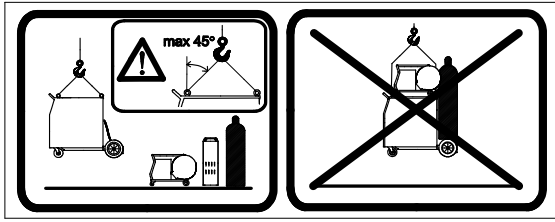

Abb. 4
- Ringschraube aufsetzen und entsprechend Abb. 4 die Last axial in einem Winkel von 45 Grad aufnehmen.